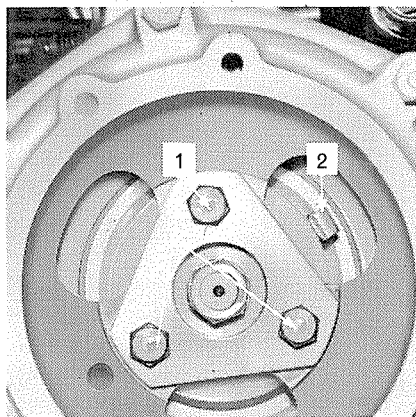

Figure 56c
- b. Enlever la plaque regard située en avant du carter distribution, figure 56c. Desserrer les trois boulons du pignon d'entraînement de pompe et faire tourner cette dernière jusqu'à ce que les repères s'alignent.